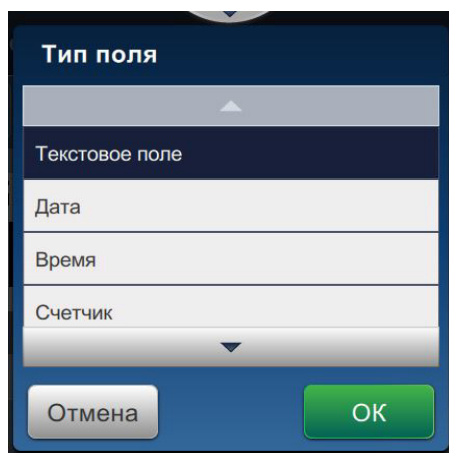

Рис. 5-4: Параметры добавления поля
7. Нажмите кнопку  и выберите необходимые опции для добавления полей, как показано на Рис. 5-4.
1. Коснитесь раскрывающегося списка  и выберите *Текст*, как показано на Рис. 5-4